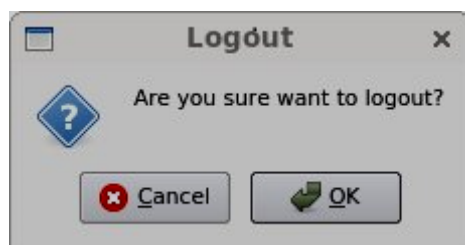

Рисунок 5.12 – Пример *бездиалогового окна*
5.3.6. *Бездиалоговое окно* (рисунок 5.12) является вариантом окна, в котором отсутствуют элементы управления, кроме кнопок закрытия окна.